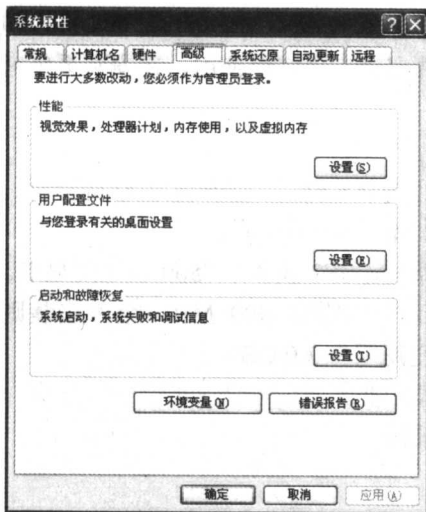

图 1.3 【系统属性】对话框
- (3) 在【性能和维护】窗口中单击【系统】图标, 再单击其中的【高级】选项卡, 显示如图1.3所示的【系统属性】对话框。